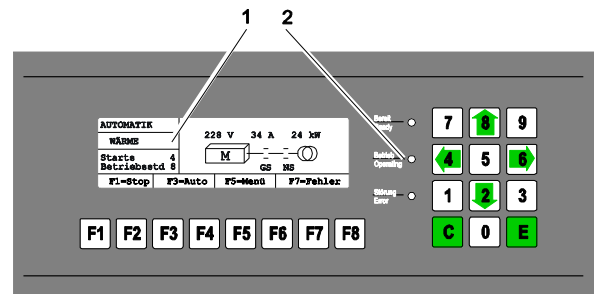

Рис. 23 Основной экран для контроля автоматического режима
- Индикатор дисплея "Режим работы": "АВТО" (Рис. 23, поз. 1).
- СД-индикатор режима работы "Готовность": Зеленый СД "Готовность" горит, если автоматические устройства готовы к работе и клапан лямбда-регулирования находится в положении запуска (Рис. 23, поз. 2).
- СД-индикатор режима работы "Эксплуатация": Зеленый СД "Эксплуатация" горит, если двигатель работает, а контактор генератора подключается. (В режиме "Эксплуатация" горит как СД "Готовность", так и СД "Эксплуатация".) (Рис. 23, поз. 2)